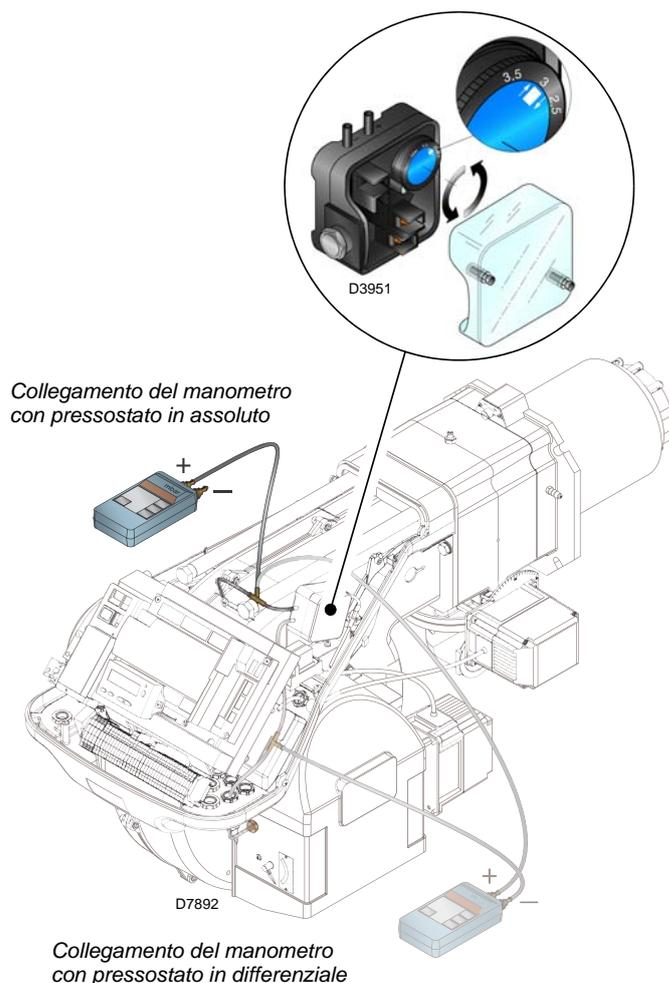

Fig. 32
- Regolare il pressostato aria (Fig. 32 a pag. 37) ad inizio scala.
Eseguire la regolazione del pressostato aria (Fig. 32) dopo aver effettuato tutte le altre regolazioni del bruciatore con il pressostato aria regolato a inizio scala.
Il collegamento del manometro è riportato in Fig. 32. La configurazione standard è quella del pressostato aria collegato in assoluto. Si noti la presenza di un collegamento a "T" non fornito.
In questo caso anche il manometro deve essere collegato in differenziale, come indicato in Fig. 32.